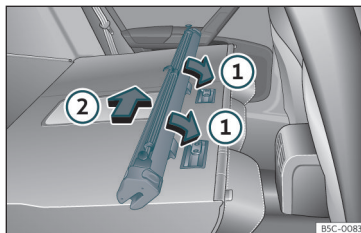

Fig. 133 Montar la red de separación en los respaldos del asiento trasero.
- Coloque la carcasa de la red en los rebajes de los carriles de sujeción en el sentido de las flechas >>> **fig. 133 ①**.
- Empuje la carcasa hacia el lado izquierdo del vehículo en el sentido de la flecha >>> **fig. 133 ②** y hasta el tope.
- Tire de la carcasa de la red aproximadamente 5 cm en el sentido contrario de la flecha » fig. 133 ②.
- Extraiga la carcasa de los carriles de sujeción tirando en el sentido contrario al de las flechas » fig. 133 ①.